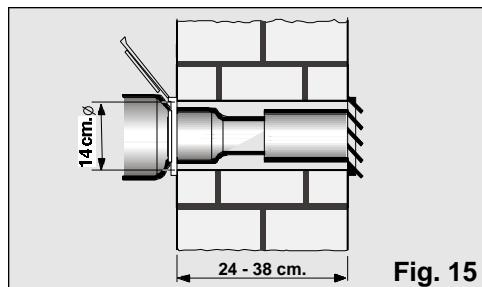

Fig. 15
- Per espellere l'aria calda attraverso il muro bisogna eseguire un foro di diametro 14 cm in esso per collocarvi il bocchettone, **Fig. 15**.